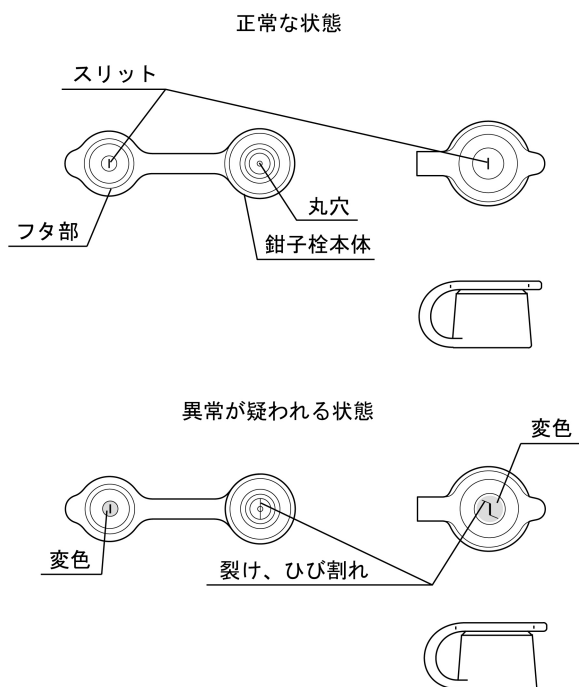

図 2
- 7.鉗子栓のフタ部のスリットまたは鉗子栓本体の丸穴に裂け、ひび割れ、変形、変色などの異常がないことを目視で確認すること（図 2 参照）。